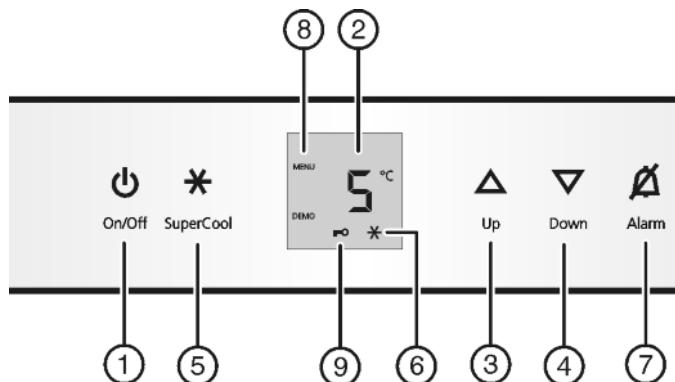

Fig. 2
- нажмите кнопку On/Off Fig. 2 (1).
- Активация режима настройки: удерживайте кнопку SuperCool Fig. 2 (5) прибл. 5 секунд.
- Символ меню Fig. 2 (8) горит.
- Коротко нажмите кнопку SuperCool Fig. 2 (5) для подтверждения.
- Для включения защиты от детей коротко нажмите клавишу SuperCool Fig. 2 (5).
- Символ "Защита от детей" Fig. 2 (9) горит. На индикации мигает **C**.
- Для выключения защиты от детей коротко нажмите клавишу SuperCool Fig. 2 (5).
- Символ защиты от детей Fig. 2 (9) гаснет. На индикации мигает **C**.
- Выход из режима настройки: нажмите кнопку On/Off Fig. 2 (1).
- Нажмите кнопку Alarm Fig. 2 (7).
- ▶ Установка более высокой температуры: нажмите кнопку настройки Up Fig. 2 (3).
- ▶ Установка более низкой температуры: нажмите кнопку настройки Down Fig. 2 (4).
- ▶ Коротко нажмите кнопку SuperCool Fig. 2 (5).
- ▶ На индикации горит символ SuperCool Fig. 2 (6).
- ▶ Символ SuperCool Fig. 2 (6) на индикации гаснет.